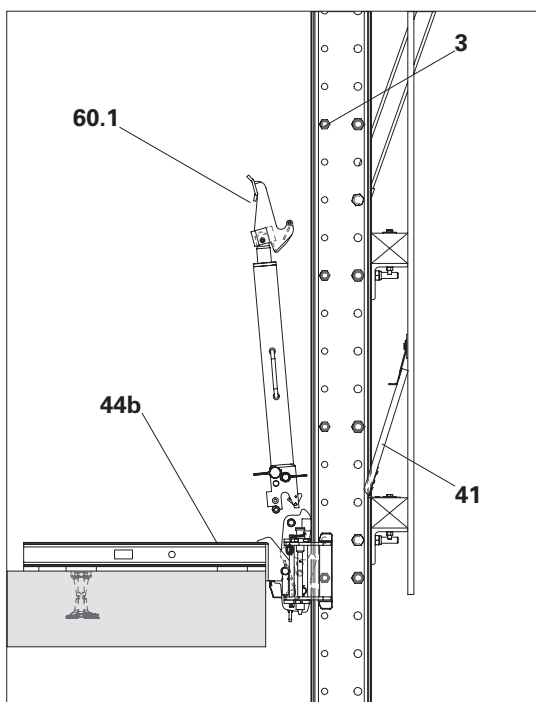

Fig. D4.10
4. Inclinare il dispositivo di ripresa all'indietro, azionare la leva di bloccaggio (**60.6**) sulla base del cilindro e sollevare il dispositivo di ripresa. (Fig. D4.10 + D4.10a)